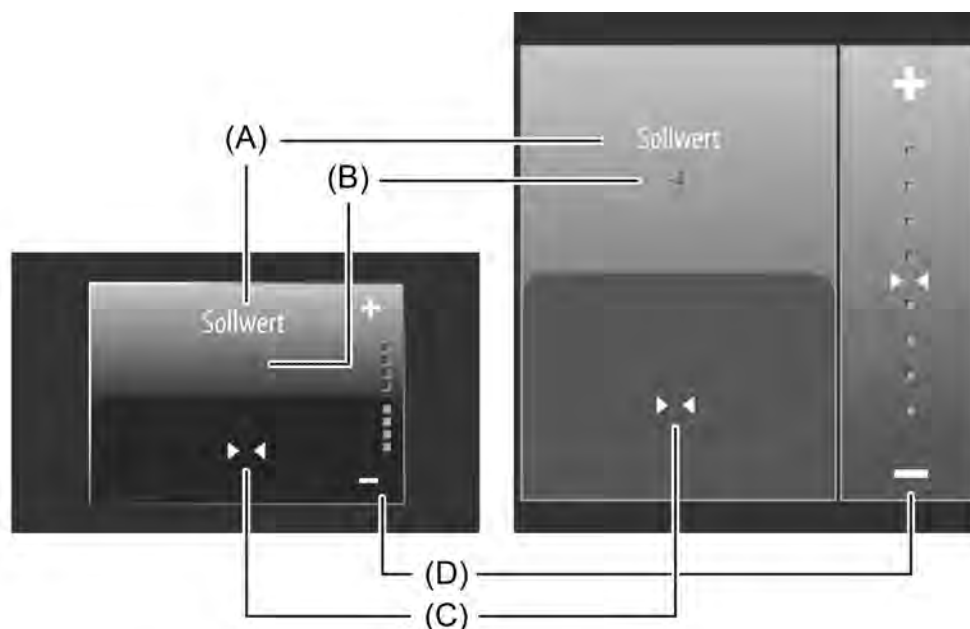

Bild 46: Beispiel für Bedien- und Anzeigeelement der Kanalfunktion "Sollwertverschiebung intern"
Der Anzeigebereich enthält verschiedene Darstellungselemente (Bild 46), die durch ETS-Parameter beeinflusst werden. Jedem KNX Kanal kann in der ETS eine Bezeichnung vergeben werden (A). Diese Text-Bezeichnung wird im Anzeigeelement zentriert zur Anzeige gebracht, wodurch steuerbare KNX Funktionen für den Anwender kenntlich gemacht werden (z. B. "Sollwert").